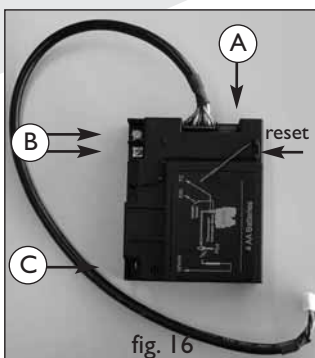

fig. 16
- Schuif de bruine stekker van het aansluitsnoer achterop de printplaat van de ontvanger (fig. 16).
- Sluit de kabels van de thermokoppel aan (fig 16, pijlen B). De grootte van het oog correspondeert met de grootte van de schroef en kleuren moeten corresponderen.
- Sluit de bougiekabel aan (fig 16, pijl C).
II • Indien u een adapter gebruikt, dient u deze aan te sluiten op de unit (fig. 16, pijl A) en steek de stekker in het stopcontact.